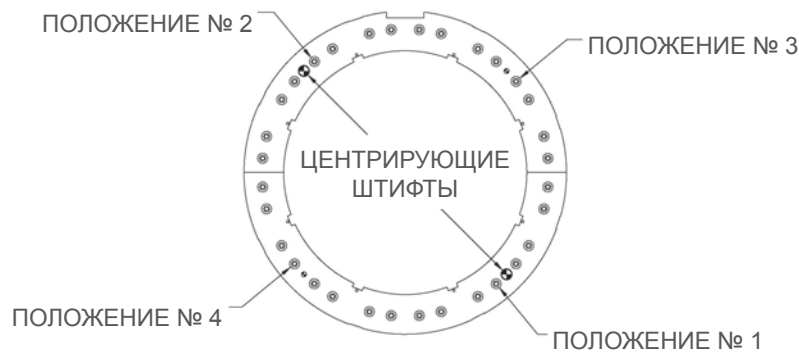

Рис. 7-7. Отрегулируйте подшипники в показанных точках.
7. Идентифицируйте подшипник в положении №1 (Рис. 7-7). При помощи шестигранного гаечного ключа на 3/16" поворачивайте эксцентриковый вал **по часовой стрелке** до полной посадки подшипника направляющего ролика в канавке.